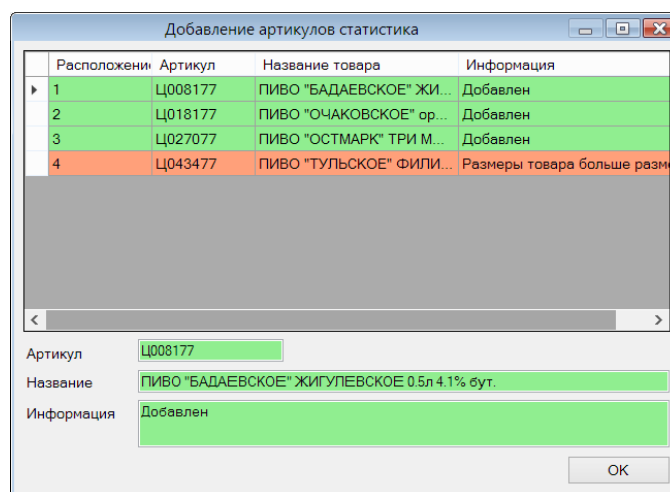

Рисунок 107 – Товар, не попавший на полку
14. При размещении нескольких товаров на полке, зоны для артикулов выделяются исходя из принципа пропорциональности, то есть каждому артикулу выделяется одна и та же доля полки, но с дальнейшим выравниванием длины ячейки пропорционально размеру артикула. При этом обработка артикулов идет слева направо и минимальная ширина ячейки не может быть меньше ширины артикула. Если длины свободного пространства полки недостаточно, часть артикулов из нижней части списка может на неё не попасть. В этом случае будет показан диалог с отметками тех артикулов, которые не попали на полку (Рисунок 107):